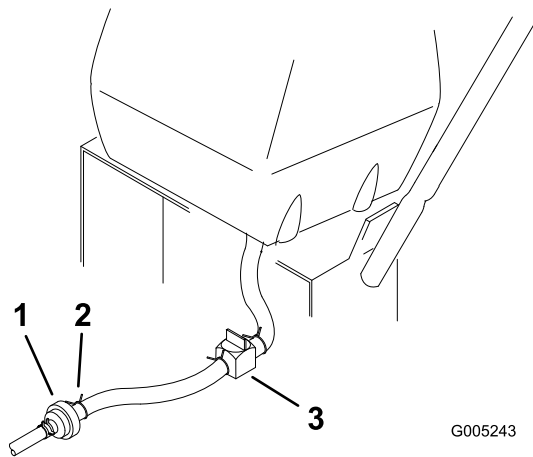

Figura 29
2. Chiudete la valvola d'intercettazione del carburante sul serbatoio del carburante (Figura 29).
3. Premete le estremità della fascetta stringitubo e sfilatela dal tubo del carburante lontano dal serbatoio (Figura 29).
4. Togliete i tubi del carburante dal filtro del carburante (Figura 29). Aprite la valvola d'intercettazione del carburante e lasciate fuoriuscire la benzina in una tanica o bacinella di spurgo.
3. Chiudete la valvola di intercettazione sul serbatoio del carburante (Figura 29).
7. Aprite la valvola di intercettazione sul serbatoio del carburante (Figura 29).